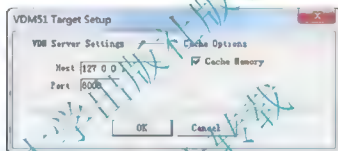

图 B-56 “VDM51 Target Setup”窗口
(1) 安装 Proteus 与 Keil  $\mu$ Vision4。
(2) 安装 vdmagdi.exe。
(3) 在 Proteus 中建立一个实例。
(4) 在 Keil  $\mu$ Vision4 中建立一个项目,并编写程序,将此项目和 Proteus 建立的项目存放在同一个文件夹下。
(5) 在 Keil  $\mu$ Vision4 中,“Options for Target ‘Target 1’”对话框的 Debug 选项中,单击选中“Use:”,并在其右边下拉框中选中“Proteus VSM Simulator”;然后单击“Settings”按钮,出现如图 B-56 所示窗口。如果 Proteus 与 Keil  $\mu$ Vision4 安装在同一台计算机中,选择默认设置即可。